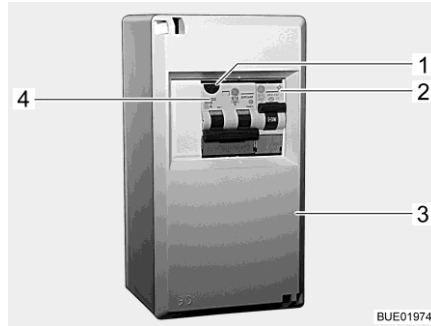
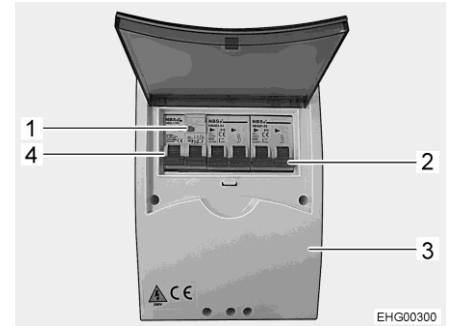

Bild 136 230 V-säkringslåda
Bild 137 230 V-säkringslåda (variant)
- Koppla från ledningsskyddsbrytarna (Bild 136,2, Bild 136,4 eller Bild 137,2, Bild 137,4) i säkringslådan (Bild 136,3 eller Bild 137,3).
- När fordonen är anslutet till 230-V-försörjningen, tryck på kontrollknappen (Bild 136,1 eller Bild 137,1) på den kombinerade jordfels-/ledningsskyddsbrytaren (Bild 136,4 eller Bild 137,4) i säkringslådan (Bild 136,3 eller Bild 137,3). Jordfelsbrytaren måste lösa ut.